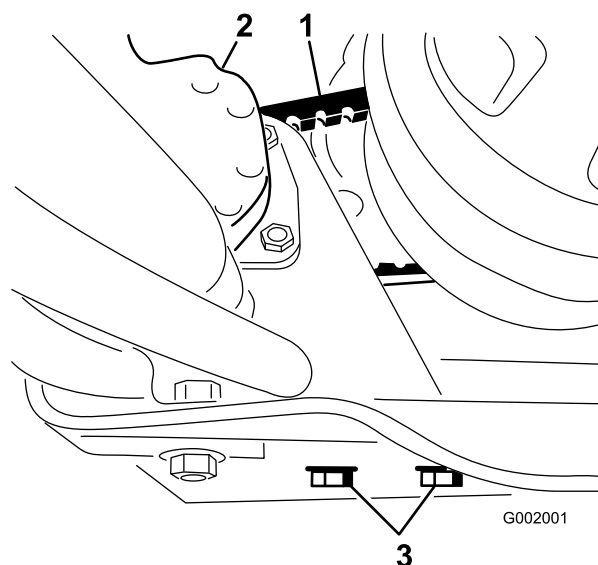

図 60
2. ステアリング・ポンプの取り付けボルトをゆるめる (図 60)。